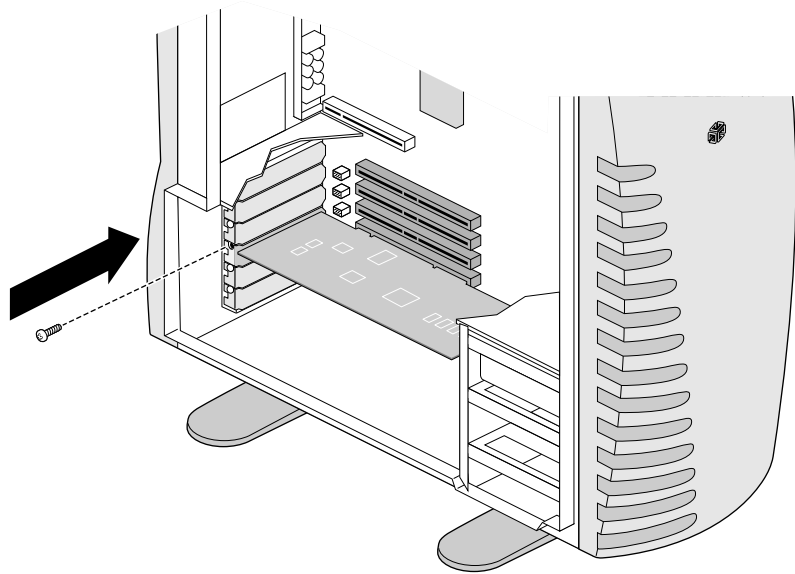

Figure 5-4 Insertion de la vis de la carte PCI
13. Réinsérez la vis que vous aviez précédemment retirée du panneau E/S et vissez-la de manière à fixer la carte PCI sur le châssis (voir Figure 5-4).